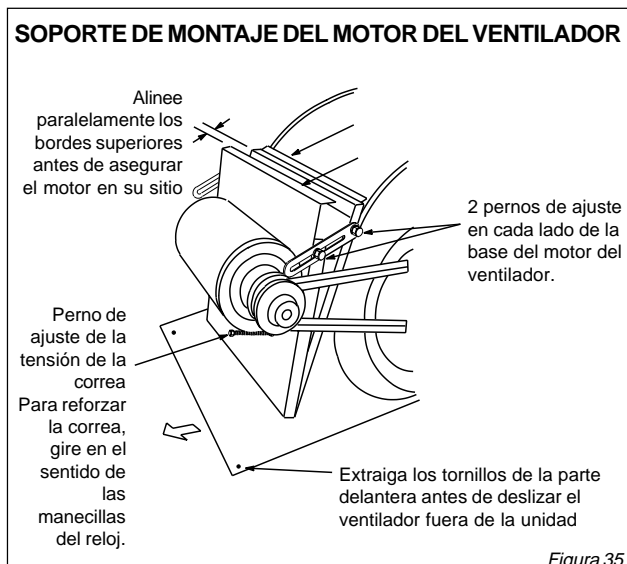

Figura 35
- Se puede ajustar la rotación del ventilador (rpm) con la polea de accionamiento. Afloje el tornillo Allen y gire la polea de ajuste hacia la derecha para reducir el caudal de aire (vea figura 35).